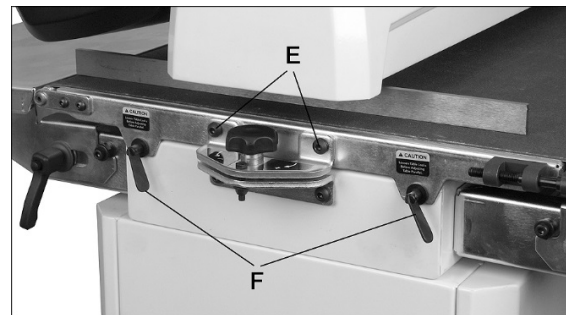

Figure 10-3
5. Enlevez les deux (2) vis fixant la table du convoyeur à la base.
6. Enlevez les deux (2) vis fixant la table du convoyeur au support d'alignement du cylindre (E, Figure 10-3).
7. Desserrez les deux blocages (F, Figure 10-3).